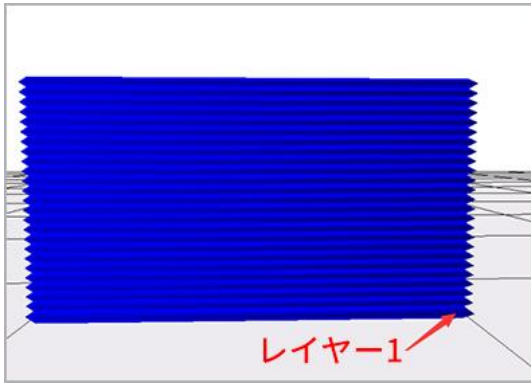
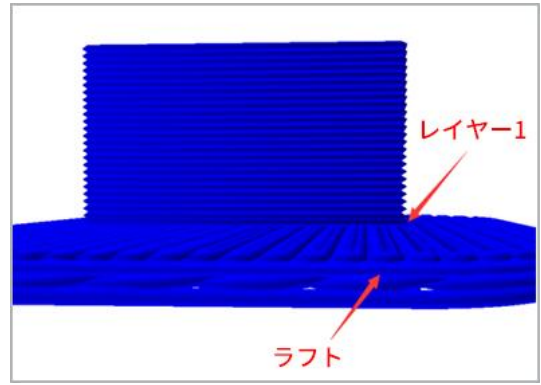
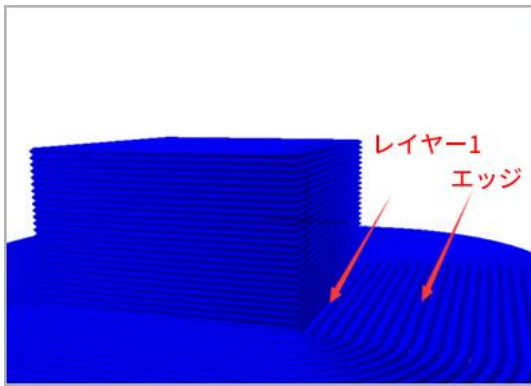
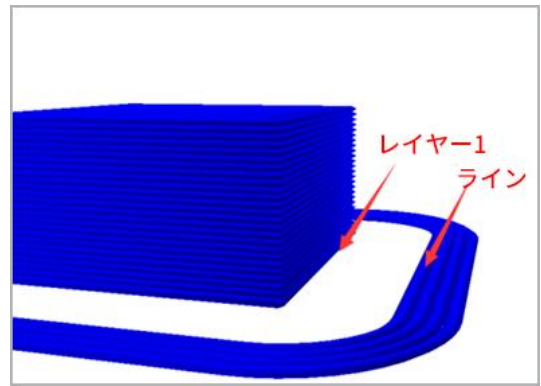

図 11, バックプレーン補助構造がない場合、1 はモデルの第 1 層
図 12, パッドを付ける場合、1 はモデルの第 1 層
図 13, エッジを付ける場合、1 はモデルの第 1 層
図 14, ラインを追加する場合、1 はモデルの第 1 層
(7)初期層速度 (単位 mm / s) : モデルの第 1 レイヤーの印刷速度であり、図 11、図 12、図 13、図 14 に示すように、番号 1 の部分はモデルの初期層であり、初期層速度はこれらの部品の印刷速度です。推奨速度は 10-35mm/s です。